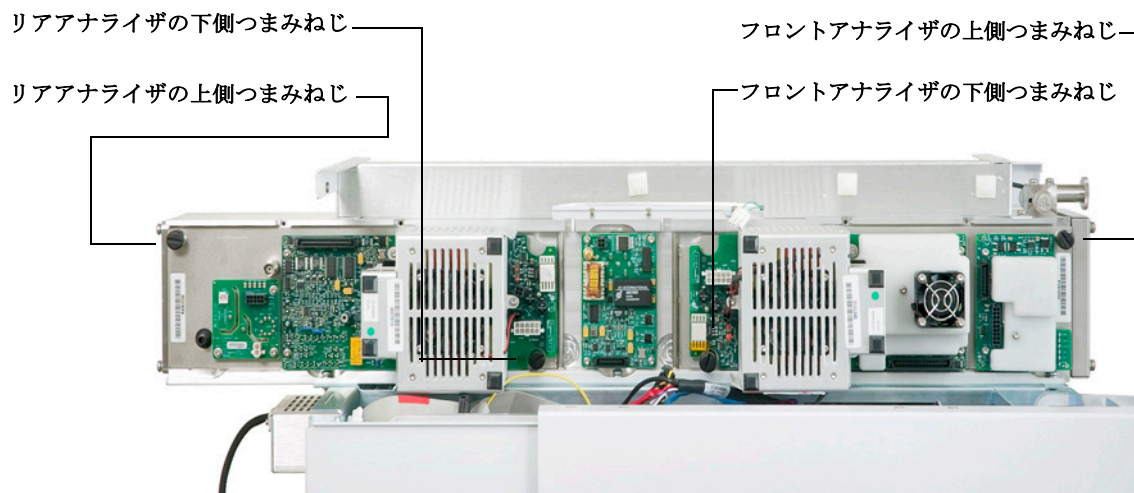

図 16 サイドプレートつまみねじ
- 7 両方のアナライザのサイドプレートつまみねじを指で締めます。 (図 16)